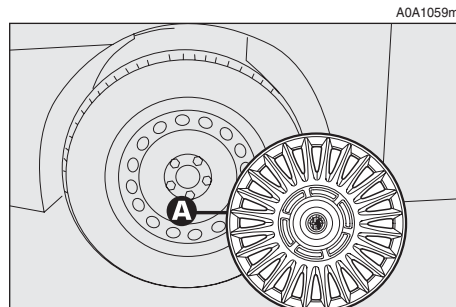

fig. 4
- quite el embellecedor (**A-fig. 4**) (sólo en las versiones con llantas de acero);